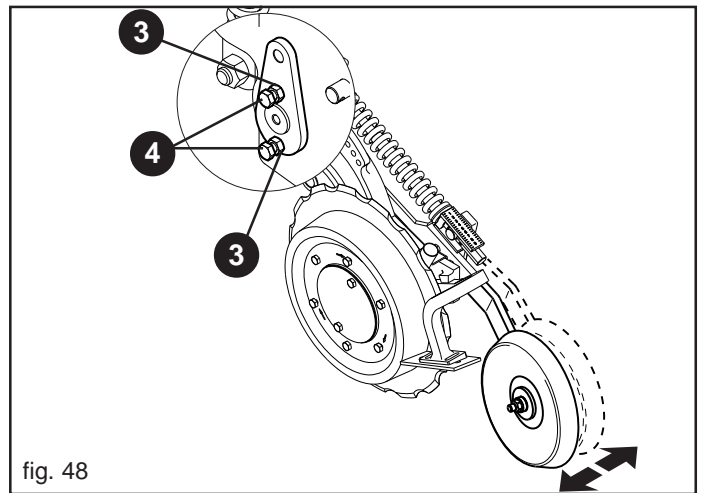

fig. 48
- A) modificando la tensión del muelle (1);
- B) modificando la distancia entre la rueda y el surco sembrado, para ello cambiar la posición de los distanciadores (2).
**Regular periódicamente el eventual juego de la rueda cubresemilla trasera de la siguiente manera (Fig. 48):**
- C) aflojar las contratuercas (3);
- D) apretar con atención los tornillos (4) controlando el juego de la rueda cubresemilla trasera;
- E) apretar de nuevo las contratuercas (3).